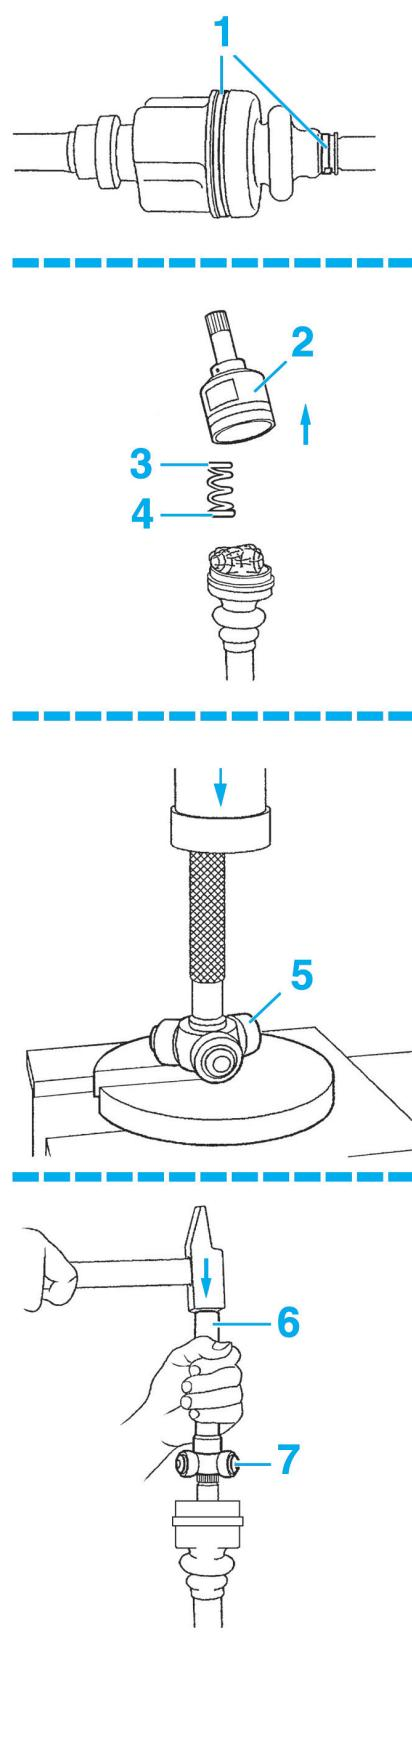

Fig. 6
- Dessertir ou scier les deux colliers (1) pour les déposer (Fig.6).
- À l'aide d'un marteau et d'un mandrin (6) (Fig.6) de diamètre approprié, mettre en place le tripode (7) sur l'arbre.
- Reposer le ressort (3) avec la coupelle (4) et la tulipe (2) sur la transmission.